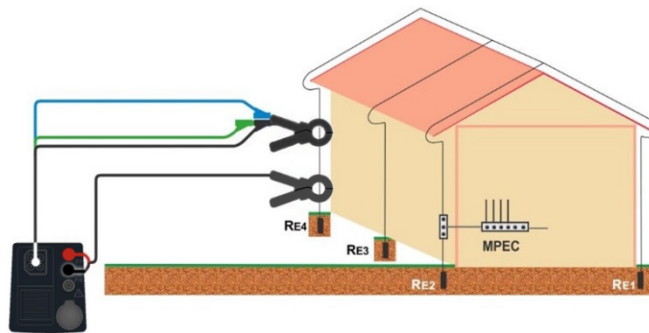

Abbildung 7.51: 2-Zangen Erdungswiderstandsmessung
- › Umschließen Sie die Stromzangen am Prüfobjekt, siehe **Abbildung 7.51**.